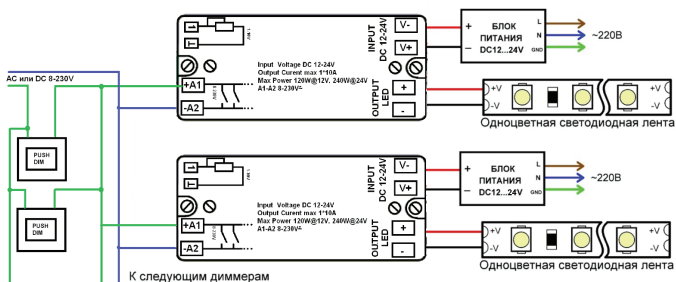

Рис.2. Схема включения для управления кнопками PUSH DIM
- 3.7. Подключите кнопки PUSH DIM в соответствии со схемой. (рис. 2). PUSH DIM подключается к независимому питанию переменного или постоянного тока 8-230В.